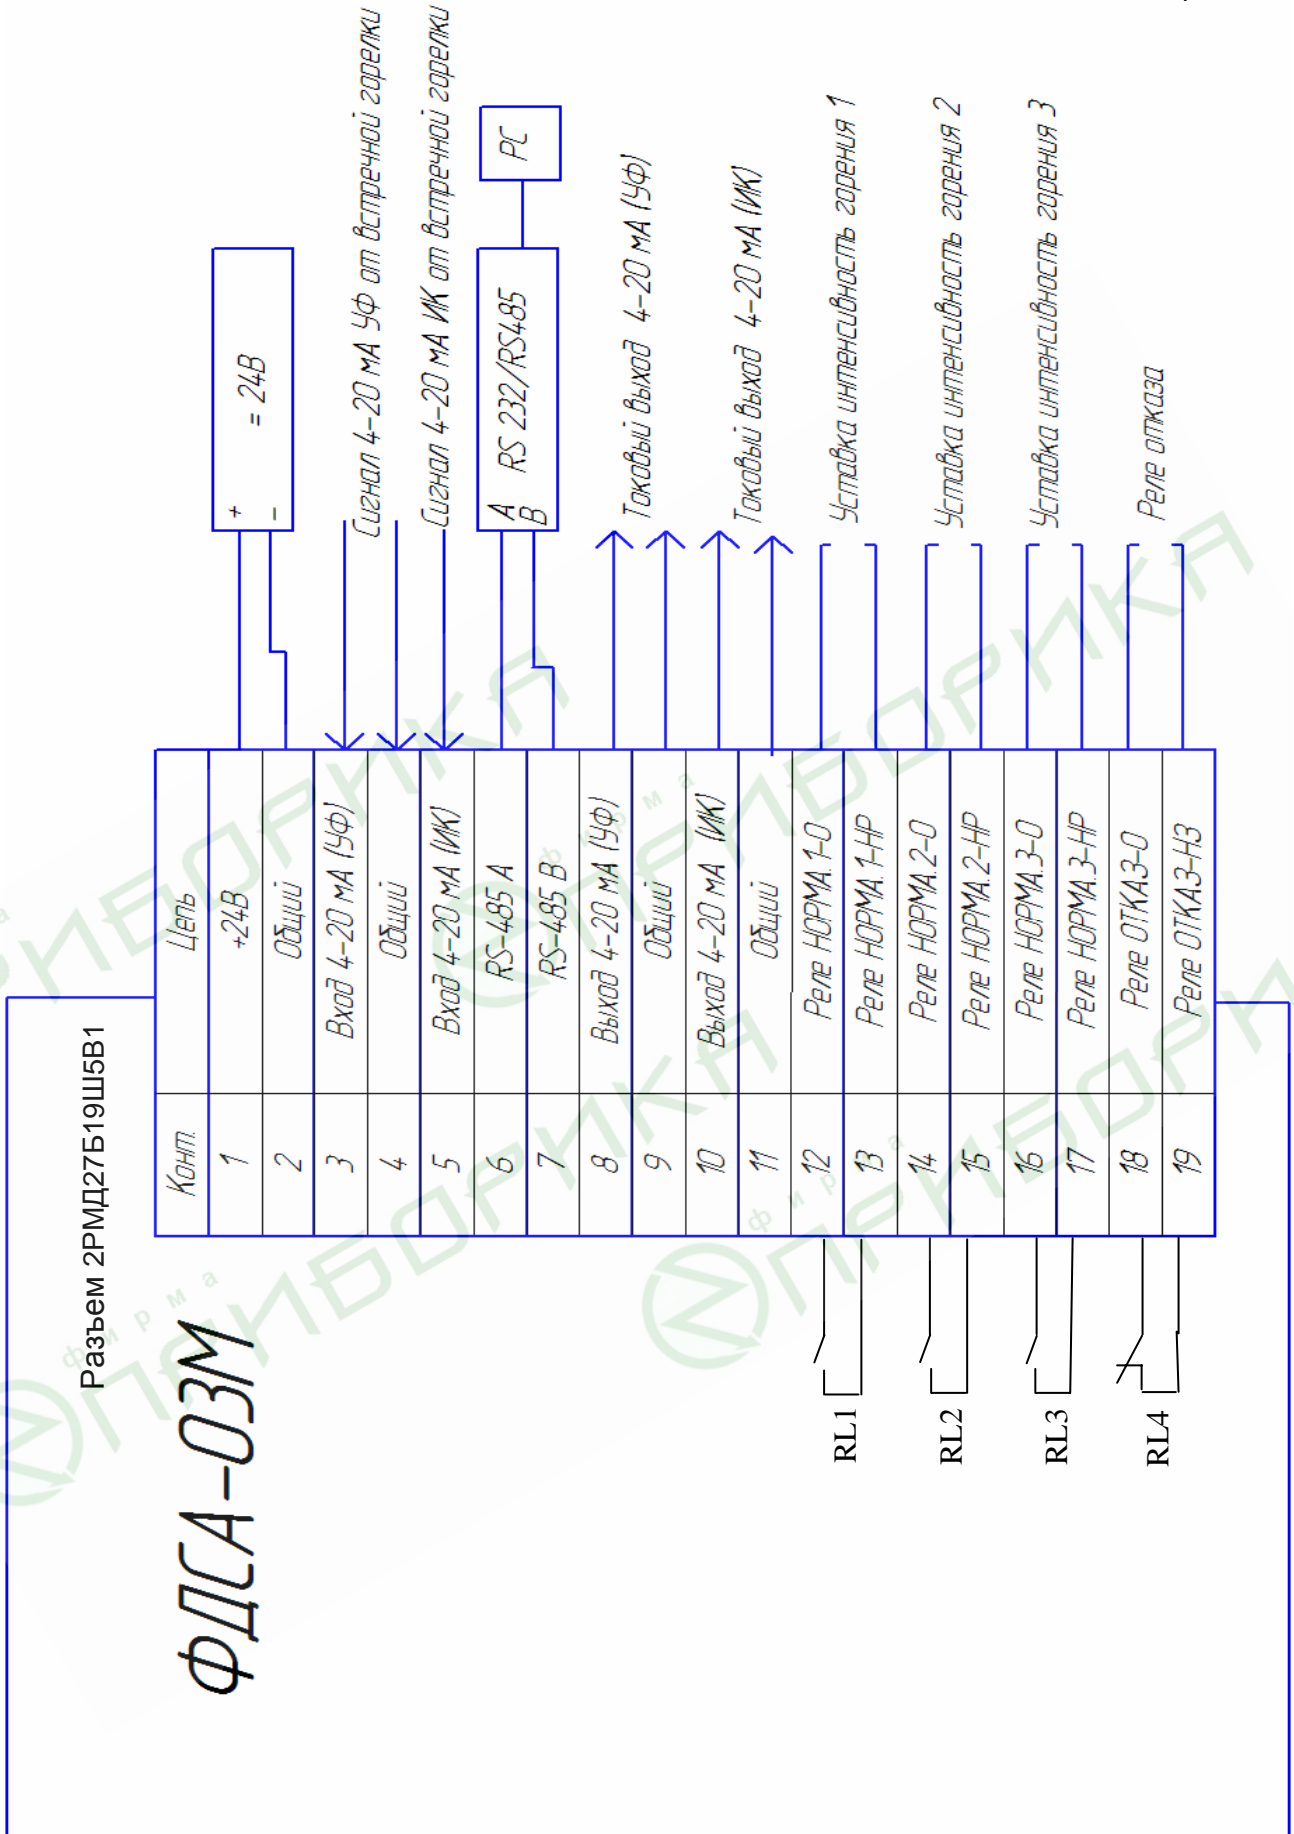

Рисунок 2.
9.1.3. Схема подключения прибора представлена на рис. 2.